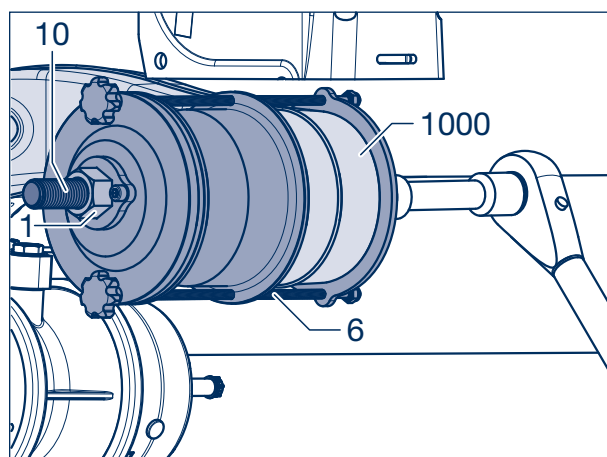

Рисунок 5
- [19] Ослабить резьбовые стержни (6) так, чтобы можно было сдвинуть приспособление спереди через головку направляющего рычага подвески (1000). Втягивающая воронка (5) прилегает к кольцу (7).
- [20] Монтировать втягивающее приспособление таким образом, чтобы центрирующий элемент тягового диска (4) располагался в проушине рычага подвески.
- [21] Слегка затянуть резьбовые стержни (6).
- [22] Обильно нанести на тягу (10) и гайку (1, размер 36, см. рис. 5) консистентную монтажную смазку, способную выдерживать нагрузки (например, STABURAGS NBU30 PTM).
- [23] Надеть шайбы (9) и тяговый держатель (8) на тягу.
- [24] Вложить резино-стальную втулку (1005) стрелкой вверх во втягивающую воронку (5).